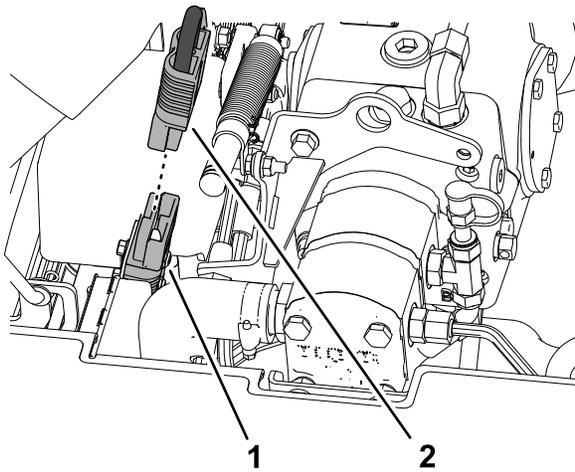

Figura 33
1. Applicate grasso dielettrico alle superfici di contatto del ponticello di disconnessione della batteria (Figura 33).